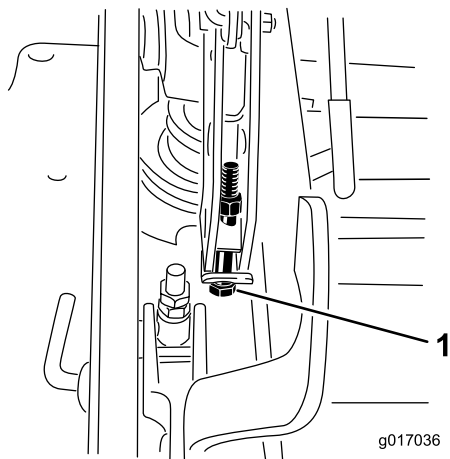

Figura 92
- Si la carcasa está demasiado baja, apriete el perno del ajuste de un solo punto girándolo en el sentido de las agujas del reloj. Si la carcasa está demasiado alta, afloje el perno del ajuste de un solo punto girándolo en el sentido contrario a las agujas del reloj (Figura 92).